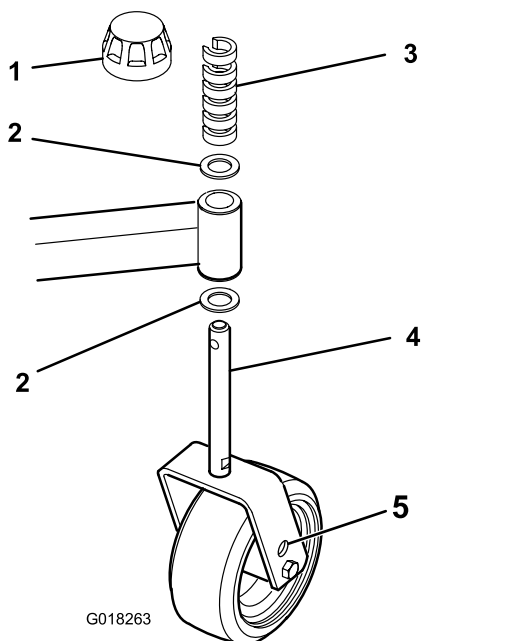

Figure 18
6. Réglez les cales, sur l'avant des bras pivotants avant ou arrière, afin d'atteindre l'inclinaison du plateau de coupe requise (Figure 18).